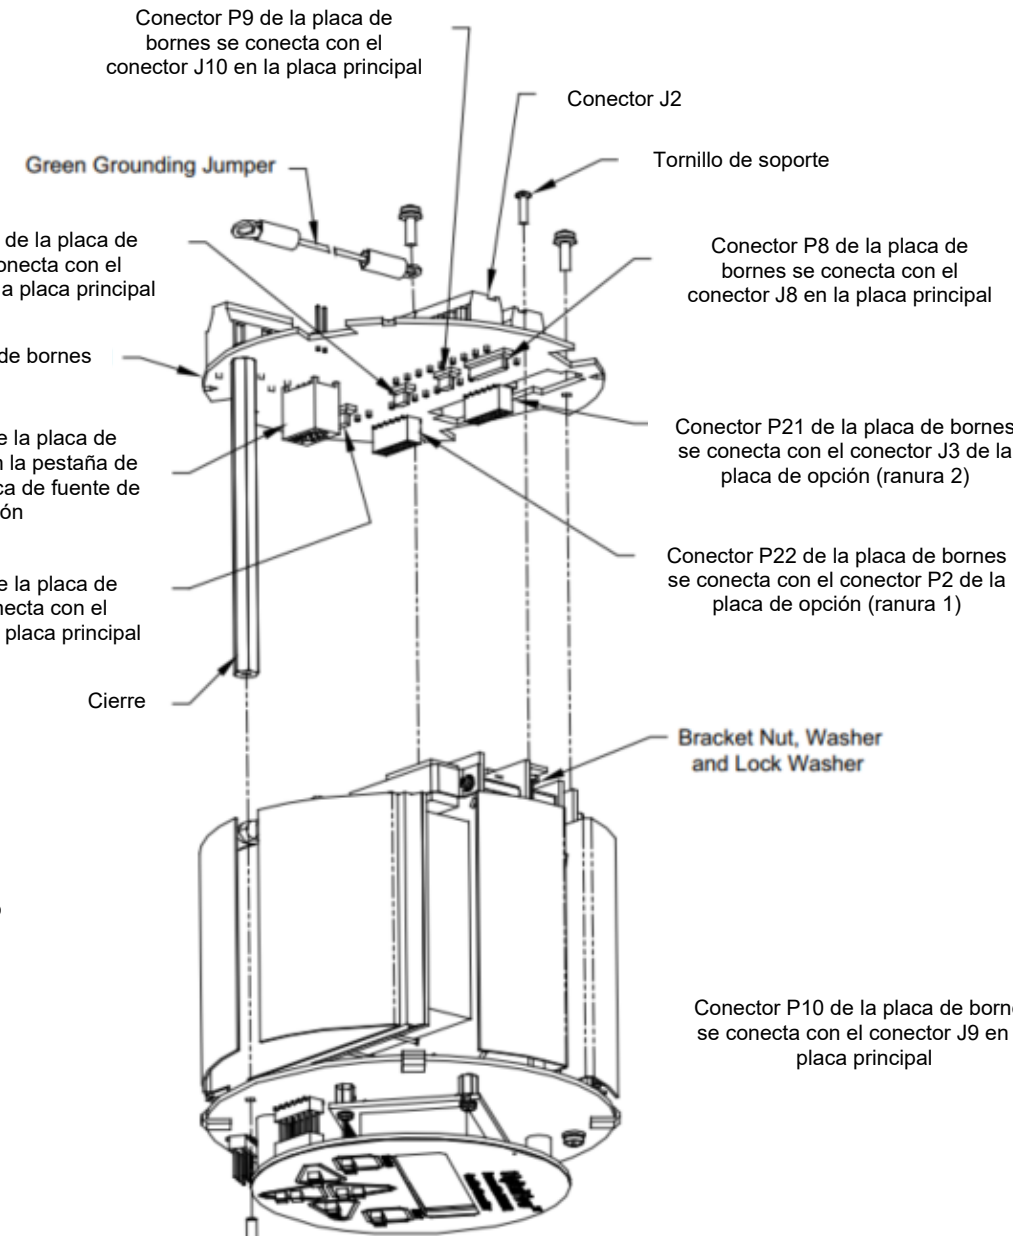

Ilustración 7
2. Coloque el conjunto de la placa de circuito impreso sobre una superficie plana con el tablero de terminales hacia arriba. Consulte la Ilustración 7 de la Figura 7 en la página 30 y retire los tres tornillos de montaje de la placa de circuito impreso (con arandelas planas y arandelas de seguridad) indicados. De este modo también retirará el puente verde de conexión a tierra.
4. Consulte de nuevo *la Ilustración 7 de la Figura 7 en la página 30*. Alinee con cuidado la placa de bornes con el conjunto de placa principal/fuente de alimentación y las dos placas opcionales (ranura 1 y ranura 2, en su caso), de modo que los conectores indicados en *la Tabla 5* que aparece a continuación queden enfrentados. A continuación, presione firmemente la placa de bornes y la placa de interconexión una contra otra hasta que todos los conectores estén completamente asentados.
5. Fije el conjunto instalando los tres tornillos de montaje, las arandelas planas y las arandelas de seguridad que retiró previamente de la placa de bornes. Asegúrese de instalar un extremo del cable puente verde de conexión a tierra bajo el tornillo indicado en *la Ilustración 7 de la Figura 7 de la página 30*. El tornillo más pequeño debe utilizarse en la ubicación del soporte angular y fijarse con una tuerca, una arandela de seguridad y una arandela plana.